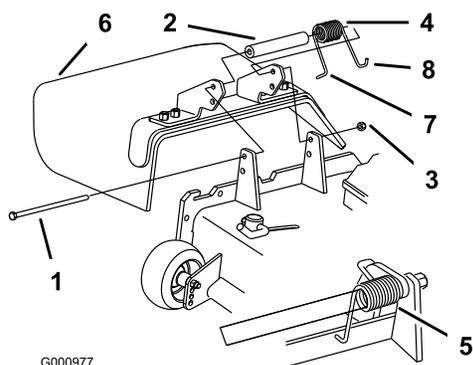

Figura 89
1. Retire la contratuerca, el perno, el muelle y el espaciador que sujetan el deflector a los soportes de pivote (Figura 89). Retire el deflector de hierba dañado o desgastado.
Nota: Asegúrese de colocar el extremo en L del muelle detrás del reborde de la plataforma antes de instalar el perno, según muestra Figura 89.
3. Instale el perno y la tuerca. Coloque el extremo en J del muelle alrededor del deflector de hierba (Figura 89).